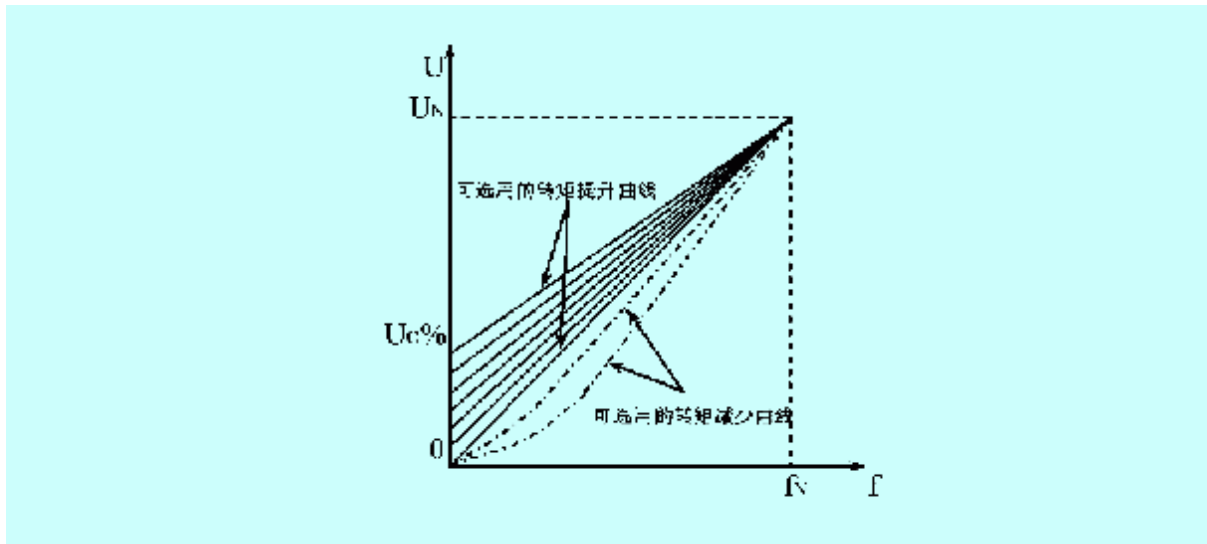

图 8-5 常用的转矩提升和转矩减少曲线
(2) 直线型补偿 U/f 曲线:如图 8-5, 在恒转矩区间, 供选用的 U/f 曲线中, 有多条转矩提升曲线, 有的变频器还有几条转矩减少曲线。